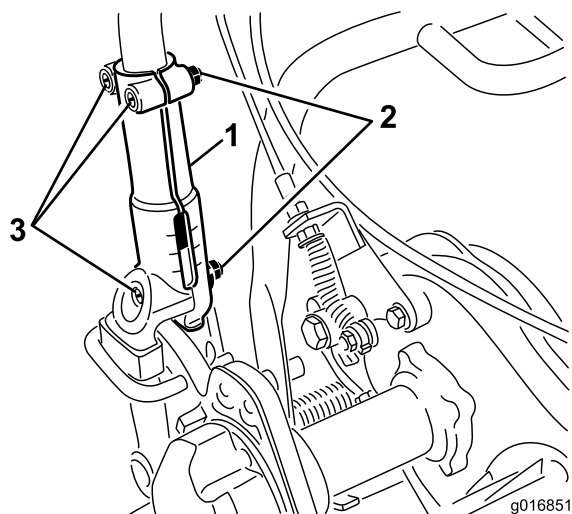

Figura 27
1. Allentate i 3 bulloni a testa tonda e i dadi che fissano ogni lato della stegola ai relativi morsetti (Figura 27).